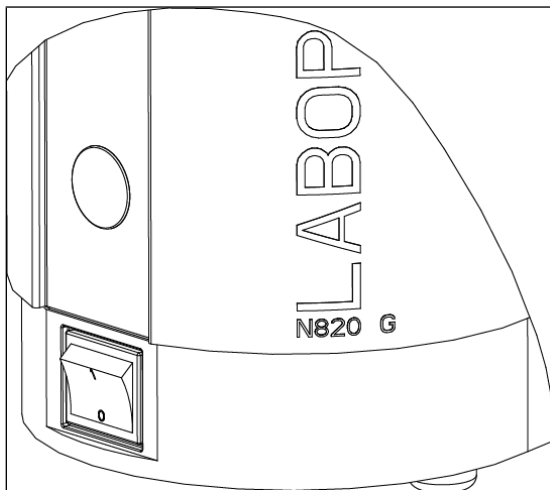

Fig.5: Allumer et éteindre la pompe avec l'interrupteur
- Allumez la pompe à l'aide de l'interrupteur (voir Fig. 5).